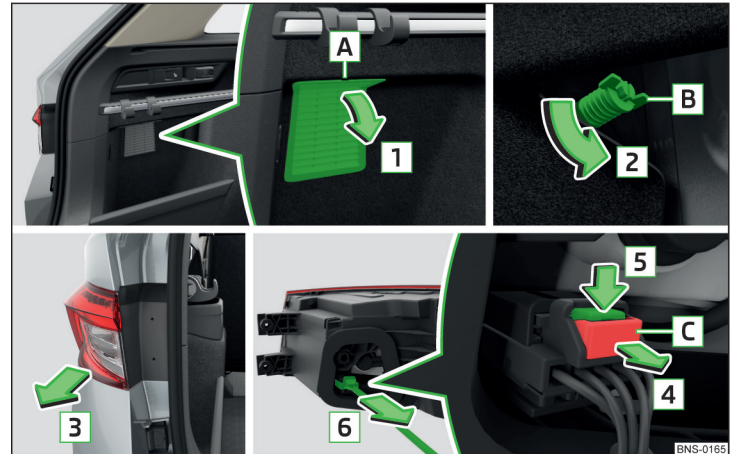

Abb. 374 Leuchte ausbauen / Stecker abziehen
- › Das jeweilige Gitter **A** in Pfeilrichtung **1** abnehmen » Abb. 374.
- › Den Stecker entgegen der Pfeilrichtung **6** » Abb. 374 in die Leuchte einschieben.
- › Die Schraube **B** entgegen der Pfeilrichtung **2** einschrauben » Abb. 374.